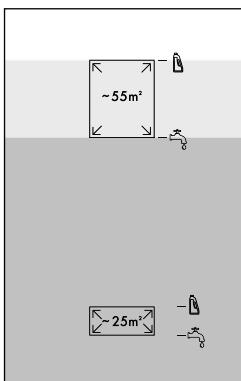

Fig. 9
- ♦ Hæld vand fra hanen eller destilleret vand i brugsvandsbeholderen ⑪ op til den tredje niveau-markering til store arealer (op til 55 m2) (se fig. 9).
- ♦ Hæld rengøringsmiddel i brugsvandsbeholderen ⑪ op til den fjerde niveau-markering til store arealer (op til 55 m2) (se fig. 9).